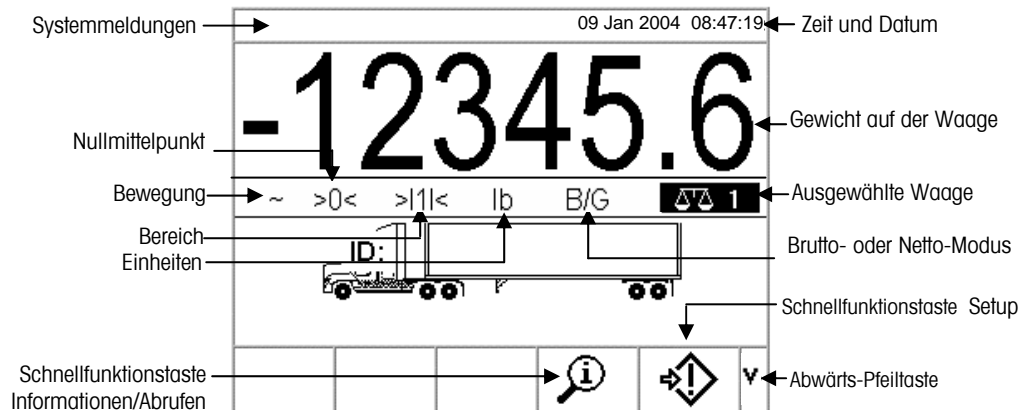
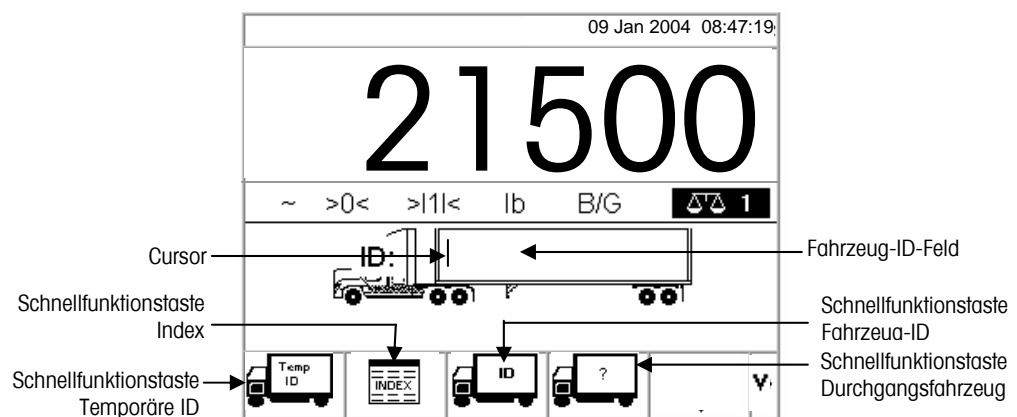

Abbildung 2-6: Standardwägebetriebsbildschirm
Abbildung 2-7: Standardwägebildschirm
Der Standardbildschirm kann so konfiguriert werden, dass „Keine Fahrzeuganwendung“, „Fahrzeug-ID“ oder „Temporäre ID“ als Standardwägemodus angezeigt wird. Nach dem Einschalten oder nach Abschluss einer Transaktion zeigt das IND310drive automatisch den mit dem ausgewählten standardmäßigen Auto-Start-Modus verknüpften Eingabebildschirm an. (Weitere Informationen über die Konfiguration des standardmäßigen Auto-Start-Modus finden Sie in Kapitel 3.0, Konfiguration, Anwendung, Fahrzeugwägung.) Abbildung 2-6 zeigt ein Beispiel eines standardmäßigen Bildschirms zum Fahrzeug-ID-Wägen.
1. Drücken Sie im Standardgewichtsbildschirm (Abbildung 2-6) auf die ABWÄRTS-Pfeiltaste, um alle verfügbaren Schnellfunktionstasten anzuzeigen (siehe Abbildung 2-7).
1. Wenn sich das Fahrzeug auf der Waage befindet, wird die Schnellfunktionstaste TEMPORÄRE ID gedrückt (siehe Abb. 2-7). Wenn die entsprechende Funktion bei der Einrichtung der temporären ID aktiviert wurde, wird eine automatische ID-Nummer zwischen 001 und 999 angezeigt, die als temporäre ID verwendet werden kann. (Weitere Informationen über die Aktivierung der automatischen ID-Nummerierung in der temporären ID-Tabelle finden Sie in Kapitel 3.0, Konfiguration, Anwendung, Fahrzeugwägen,